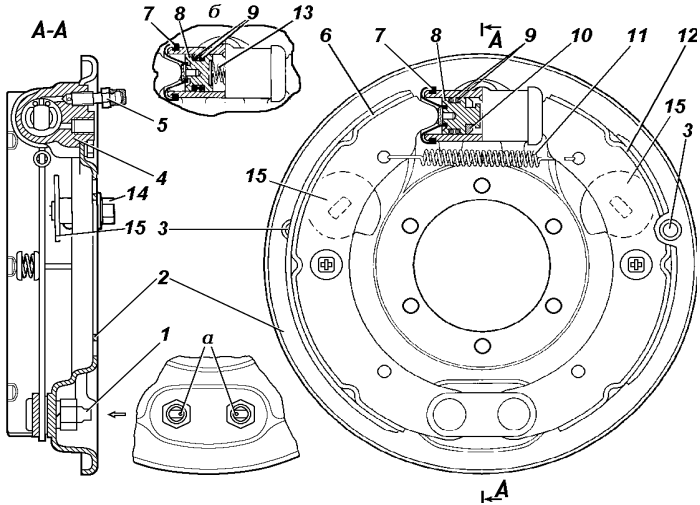
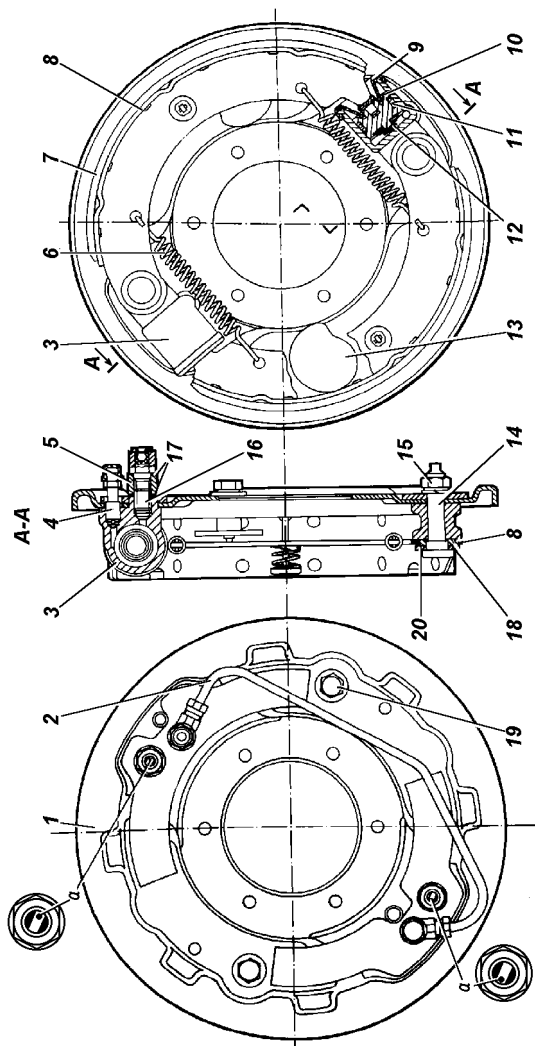

Рис. 9.58. Тормоз заднего колеса:
Рис. 9.59. Тормоз переднего колеса (для мостов, приведенных на рис. 9.46):
Барабанные тормозные механизмы задних колес (рис. 9.58) и барабанные тормозные механизмы передних колес (рис.9.59).
2. Вращайте колесо постепенно и поворачивайте болт 14 (см. рис. 9.58) или 19 (см. рис. 9.59) регулировочного эксцентрика до тех пор, пока колесо не затормозится.